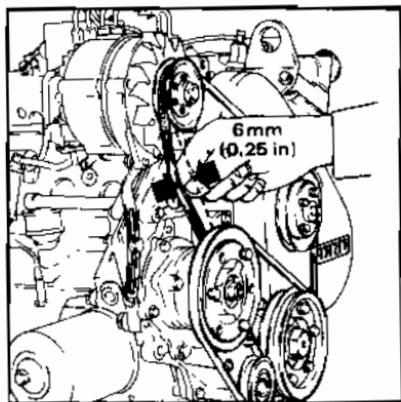

Fig. 10 Justering av vifte-remmens strekk
2. Flytt vekselstrømsdynamoen eller dynamoen slik at remstrekket justeres. Strekket er riktig når det er mulig å bevege remmen 6 mm (0,25 in) når De trykker mot eller trekker remmen på et punkt som ligger midt mellom vekselstrømsdynamoen/dynamoen og veivakselens remskive, se fig. 10.